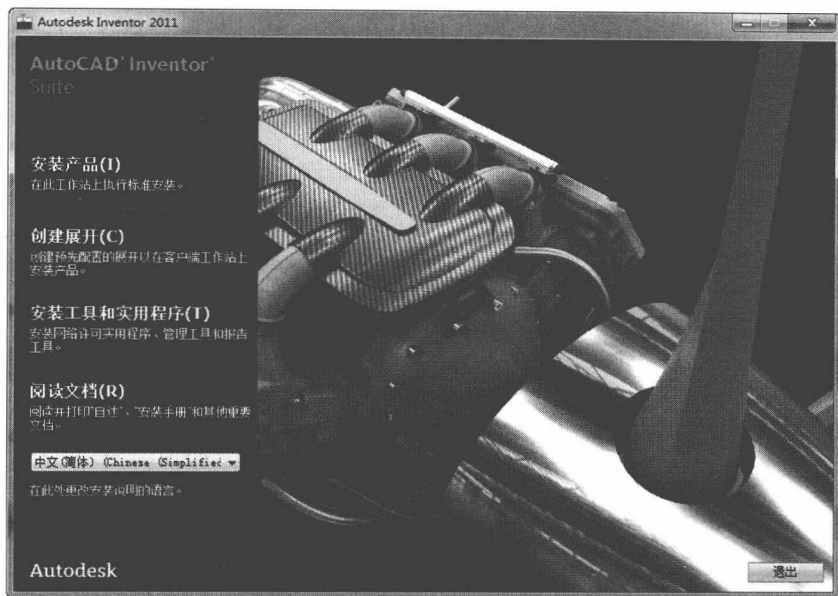

图 1-2 Inventor 安装的欢迎界面
(1) 插入安装光盘，双击 Setup.exe，弹出 Inventor 安装的欢迎界面，如图 1-2 所示。